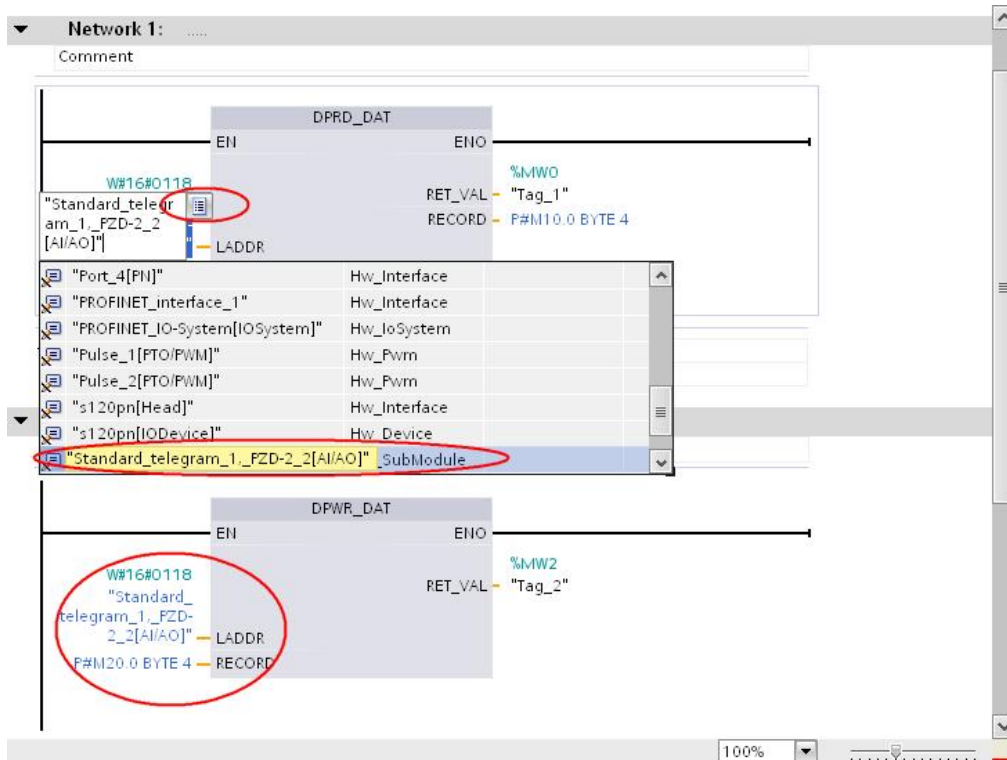

图 10 S7-1200 周期性通讯编程
- (1) 控制字中 Bit0 做电机的起、停控制。
- (2) 主设定值为速度设定值，频率设定值和实际值要经过标准化，使得 4000H(十六进制) 对应于 100%，发送的最高频率(最大值)为 7FFFH(200%)。可以在 P2000 中修改参考频率(缺省值为 50Hz 或者电机的同步转速)。
- (3) 在 S7-1200 中需调用“ DPRD\_DAT” 和“ DPWR\_DAT” 系统功能块，如图 10 所示。